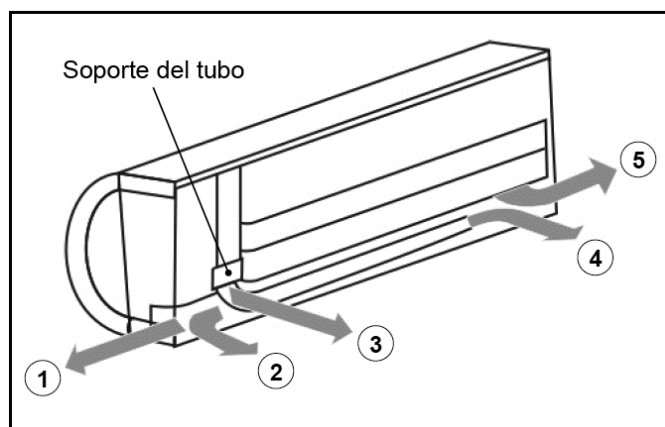

Imagen 10 - Tuberías
- Se puede conectar la tubería en cualquiera de las direcciones que se indican en la Imagen 10: